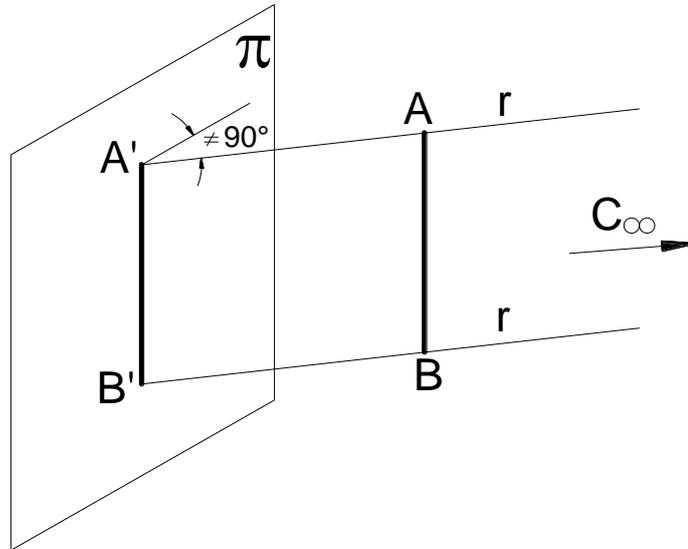

Figura II-4
**Proyección Paralela Oblicua:** los rayos proyectantes inciden sobre el plano de proyección formando **un ángulo distinto a  $90^\circ$**  (figura II-4).